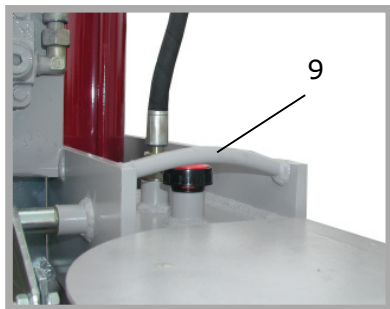

Abb. 9
Zusätzlich kann die Maschine mittels der Kranöse (9) transportiert werden (siehe Abb. 9).